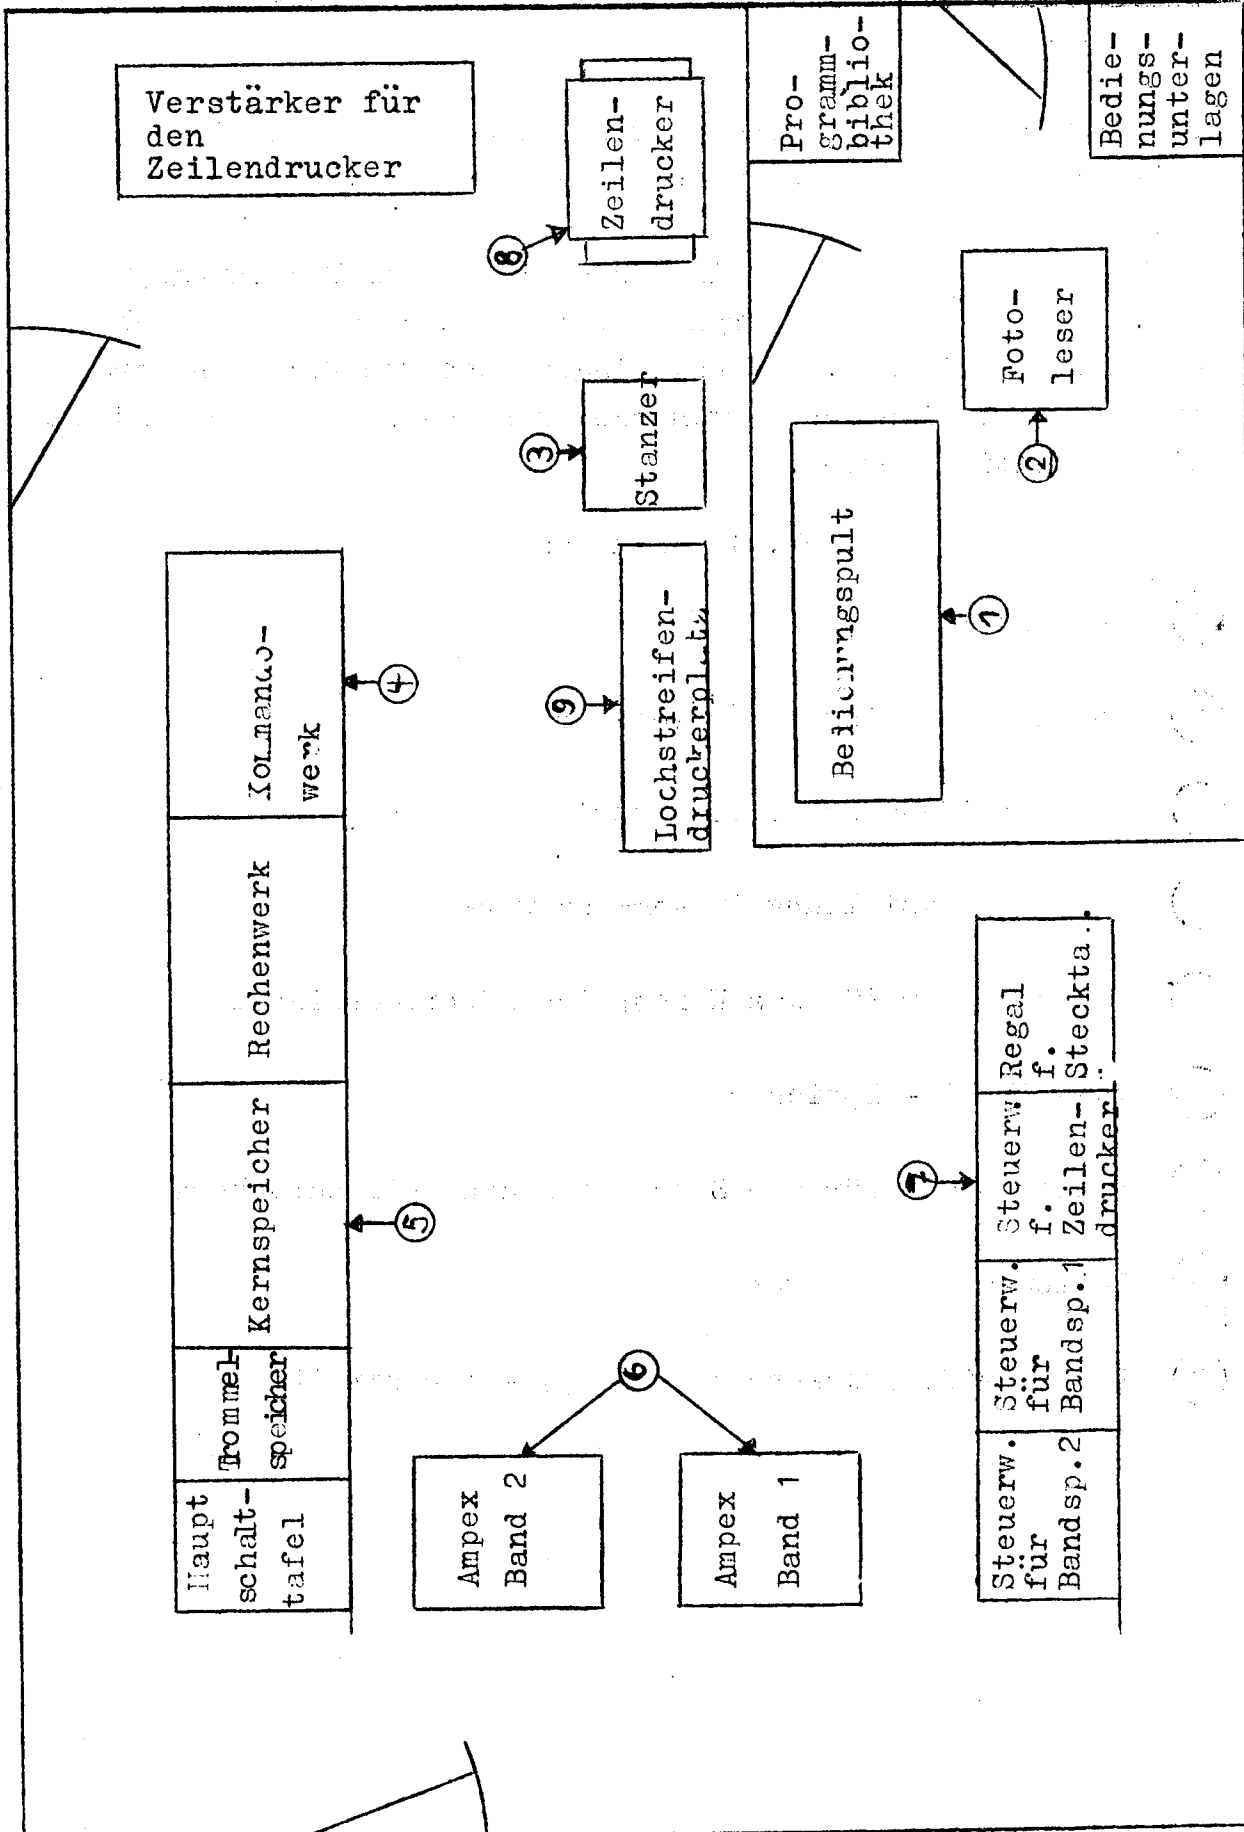

Abb. 1 D - Maschinenraum des ER 56
Der Grundriß des Maschinenraumes und die Lage der einzelnen Teile des Rechners sind in Abb. 1 dargestellt.
Die Bedienung erfolgt im wesentlichen vom Bedienungspult aus. Weitere Bedienungsorgane befinden sich an den einzelnen Werken. Alle in Abb. 1 nicht eingezeichneten Bedienungsorgane dienen ausschließlich Wartungszwecken und dürfen vom Benutzer nicht betätigt werden.
In Abb. 1 bedeuten:
Die Eingabe von Daten in die Maschine über den Fotoleser und die Ausgabe über den Stanzer erfolgen mittels Lochstreifen, auf denen die Information im " $\binom{2}{5}$ -Code des ER 56" dargestellt ist. Die Umwandlung von am Fernschreiber erstellten Lochstreifen in solche mit $\binom{2}{5}$ -Code zur Eingabe über den Fotoleser und die Umwandlung von am Stanzer ausgegebenen $\binom{2}{5}$ -Lochstreifen in solche mit Fernschreibcode erfolgt am Lochstreifendruckerplatz (9) in Abb.1). Dieses Gerät ist völlig selbständig und in keiner Weise mit dem Rechner verbunden. Es wird in dieser Bedienungsanleitung nicht besprochen. Vielmehr sei auf den Umdruck "Der Lochstreifendruckerplatz des ER 56" verwiesen.